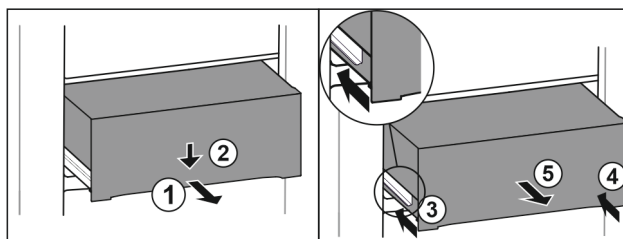

Fig. 191
- Tirer le tiroir jusqu'à mi-chemin. Fig. 191 (1)
- Appuyer sur l'avant du tiroir vers le bas. Fig. 191 (2)
- Insérer le rail gauche d'env. 2 cm. Fig. 191 (3)
- Insérer le rail droit d'env. 2 cm. Fig. 191 (4)
- Retirer le tiroir par l'avant. Fig. 191 (5)